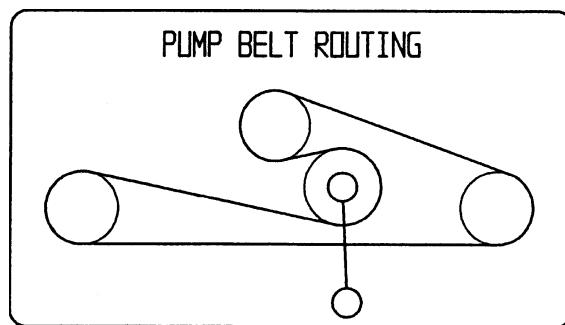

Figure 59
2. Abaissez la poulie de tension rappelée par ressort et enlevez la courroie des poulies du moteur et des pompes hydrauliques (Figure 59). Retirez la courroie entre les poulies.
3. Montez la courroie neuve sur les poulies du moteur et des pompes hydrauliques (Figure 59).
4. Abaissez la poulie de tension rappelée par ressort et alignez-la sous la courroie de transmission, puis relâchez-la (Figure 59).